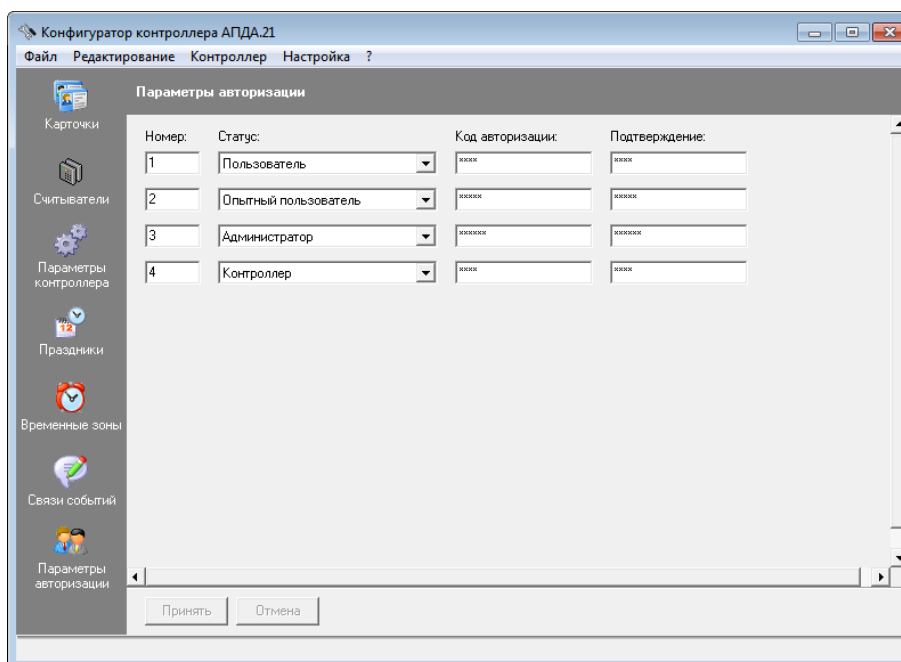

Рисунок 357 – Окно "Параметры авторизации"
- 12) При необходимости измените параметры авторизации при обмене по сети. Для этого выберите пункт меню "Редактирование/Параметры авторизации", в открывшемся окне "Параметры авторизации" (см. Рисунок 357) отредактируйте коды авторизации и нажмите кнопку "Принять".